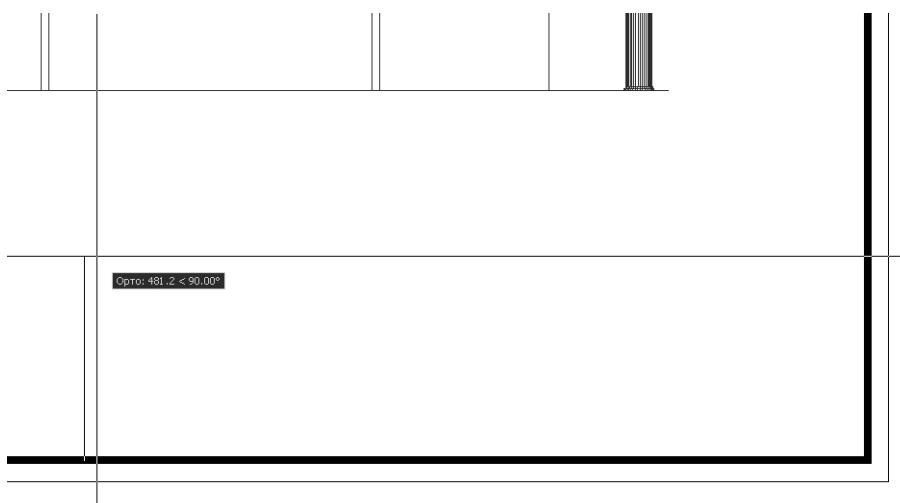

Рис. 10.22 ▼ Создание первого вертикального сегмента полилинии основной надписи
2. Запустите инструмент **Полилиния** (Polyline), воспользовавшись командой **Черчение ⇒ Полилиния** (Draw ⇒ Polyline) или щелкнув на кнопке **Полилиния** (Polyline) панели инструментов **Черчение** (Draw). Для запуска инструмента **Полилиния** (Polyline) из командного окна введите команду **Плингия** (PLINE) или просто **пл** (PL).
4. AutoCAD предложит задать величину смещения. Переместите указатель мыши влево и, когда AutoCAD распознает направление 180°, введите **1850** (185 мм в масштабе 1:10). Таким образом, создаваемая полилиния будет начинаться левее 1850 мм правого нижнего угла рамки (рис. 10.22).